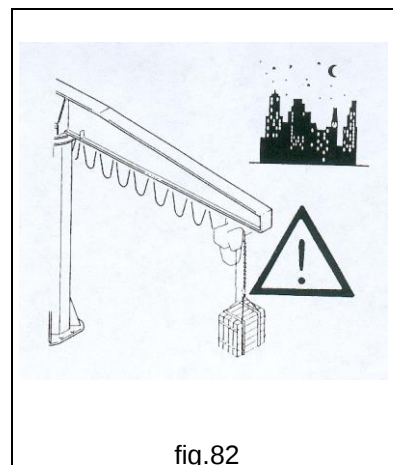

fig.82
- **MAI** lasciare il carico sospeso incustodito (fig.82).